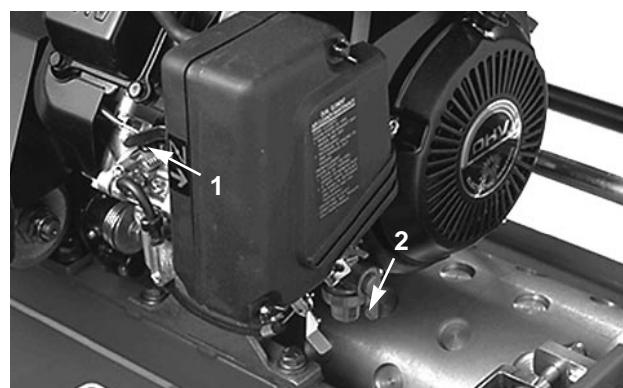

Fig. 15
Starter (Fig. 15)—Si trova sul lato anteriore sinistro del motore. La leva ha due posizioni: RUN e CHOKE
Valvola di arresto del carburante (Fig. 15)—Si trova sul lato anteriore sinistro del motore. La valvola ha due posizioni: CLOSED e OPEN (chiuso e aperto). Spostare la leva su CLOSED in sede di rimessaggio o di trasporto della macchina, e su OPEN prima di avviare il motore.
Maniglia di avviamento (Fig. 15)—Per avviare il motore tirare la maniglia.
2. Aprire la valvola di arresto del carburante sul motore (Fig. 15).
5. Spostare lo starter (Fig. 15) in posizione semiaperta se il motore viene avviato a freddo. A motore riscaldato non è sempre necessario utilizzare lo starter.